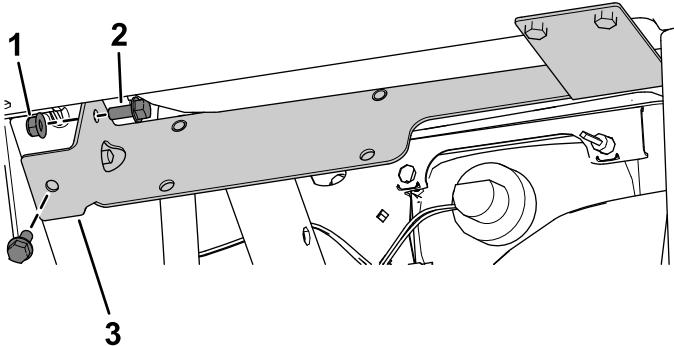

Figura 27
- D. Fissate il lato sinistro della staffa del riscaldatore con i 2 bulloni a testa flangiata (5/16" x 3/4") e i 2 dadi flangiati (5/16") come mostrato nella Figura 27.